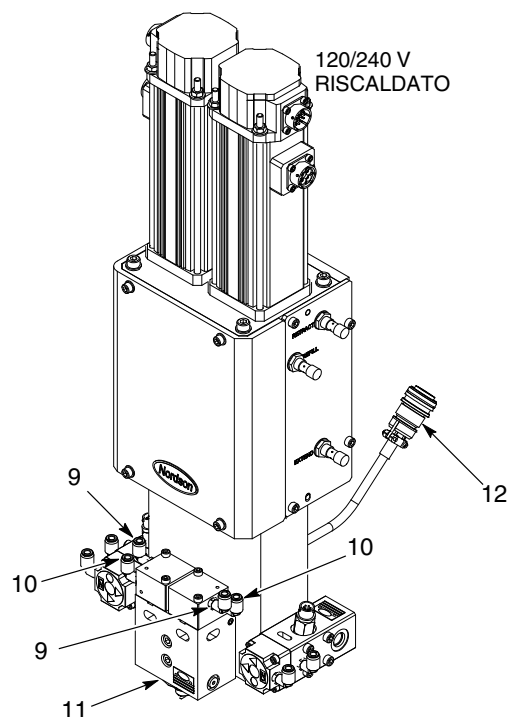

Figura 4 Collegamenti tipici
1. Vedi figura 4. Collegare i cavi dal controller ai connettori (1).
2. Collegare i cavi dal controller ai sensori di prossimità (2).
3. Collegare i cavi del trasduttore di pressione ai trasduttori di pressione (5).
4. **SOLO PER LE VERSIONI RISCALDATE:** Collegare il cavo con connettore (12) al controller.
2. Vedi figura 4. Collegare i tubi del materiale della base e del catalizzatore dagli scaricatori Rhino al raccordo del catalizzatore (4A) e al raccordo d'ingresso del materiale della base (4B).
3. Collegare i tubi dell'aria dalla valvola di controllo pneumatico ai raccordi pistola aperta (10) e ai raccordi pistola chiusa (9) sulla valvola di uscita (11).
4. Collegare i tubi dell'aria dalla valvola di controllo pneumatico ai raccordi pistola aperta (6) e ai raccordi pistola chiusa (7) sulle valvole d'ingresso (8).
5. **SOLO VERSIONI CONDIZIONATE AD ACQUA:** Collegare i tubi dell'acqua dall'unità di condizionamento temperatura ai raccordi (3).